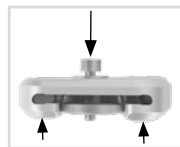

図5
- 2 カバープレートにワッシャを当て、プレスねじを1番目のねじ穴(S1)にねじ込みます。プレスねじは完全には締め込まないでください(図5)。
- 3 図に示すように力をかけ(図5の矢印)、関節の上側部分とカバープレートとが外れるように押します。これは、万力を使用して、又は(例えばソフトハンマーを使って)加減しながら叩くことにより、達成することができます。